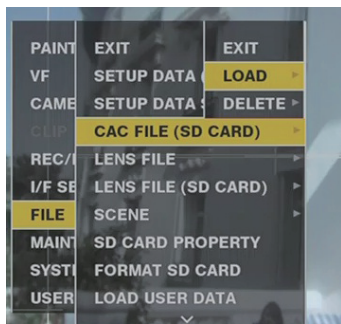

図 1
- 2 メインメニュー → [FILE] → [CAC FILE (SD CARD)] で [LOAD] を選択する。(図 1)